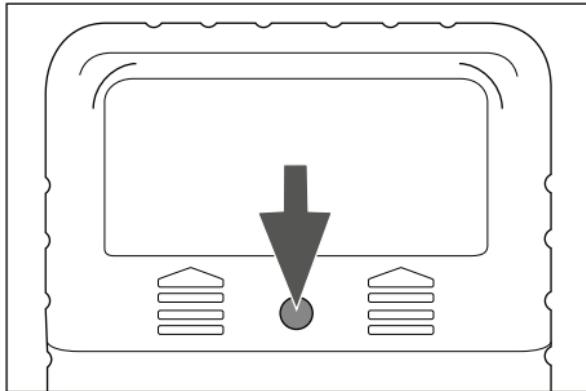

Fig. 1
- 1) Løsn den øverste skrue på bagsiden af produktet med en skruetrækker (se fig. 1). Fjern batteriafdækningen ved at skubbe den op.